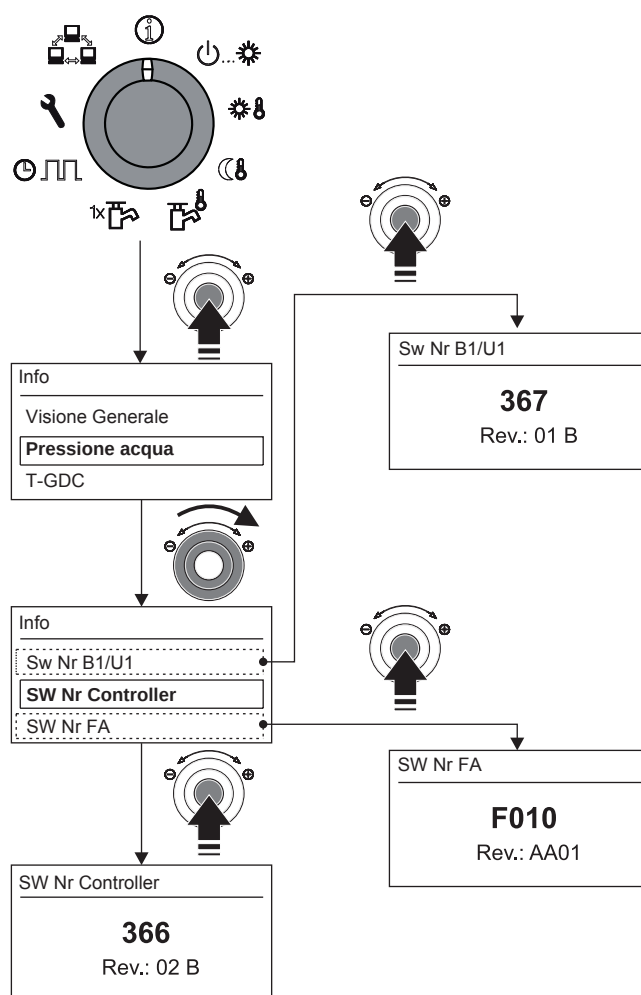

Figura 6-4 Informazioni software dei componenti della regolazione
In tal caso tenere a portata di mano i dati fondamentali dell'apparecchio (procedimento v. figura 6-4):
- Versione del software (v. figura 6-4) di:
- c: centralina di combustione (FA)